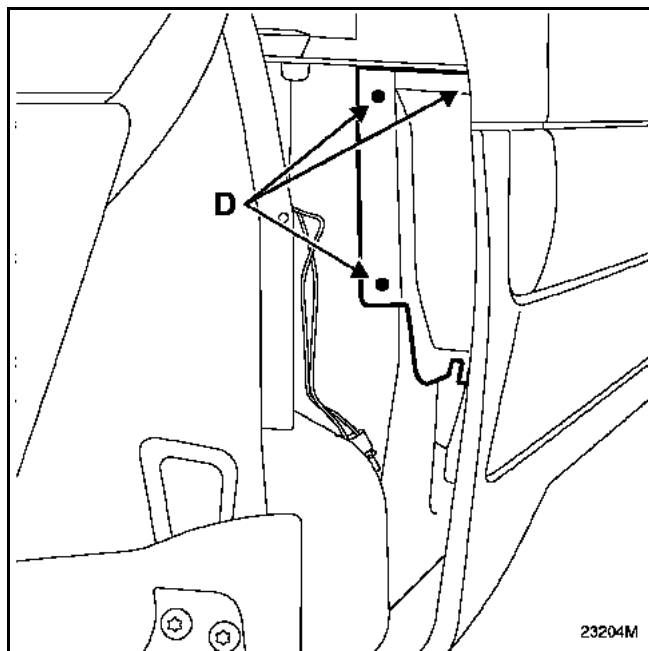

Рис. 2
- Снимите защитную крышку петли, высверлив три заклепки (**D**) (**рис. 2**).